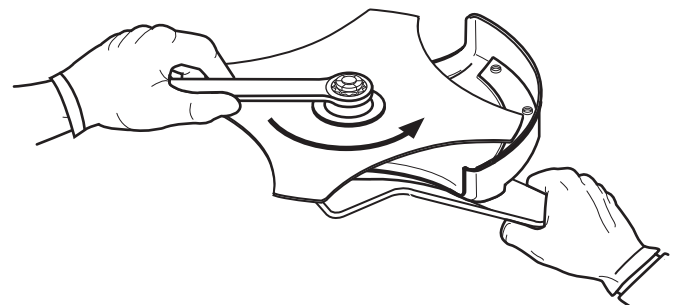

Fig. 18
7. Ajuste la tuerca en sentido contrario a las agujas del reloj con una llave de tuercas (Fig. 18):